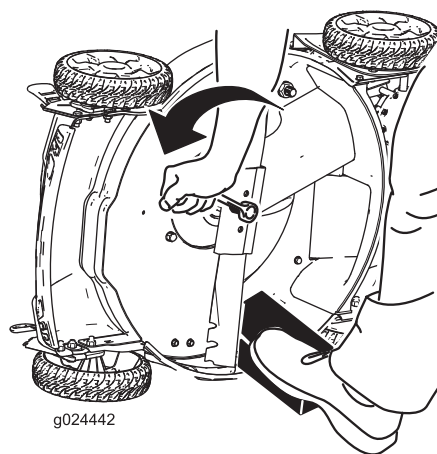

Figura 22
4. Retire la cuchilla, conservando todos los herrajes de montaje (Figura 22).
3. Utilice un bloque de madera para inmovilizar la cuchilla (Figura 22).